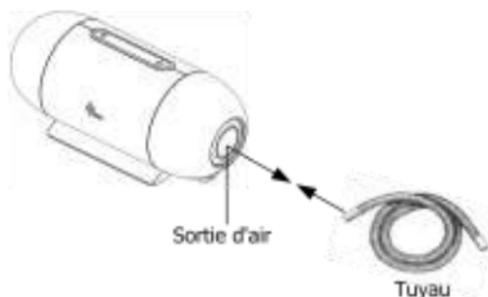

Fig. 11-4
(1) Raccordez une extrémité du tube à la sortie d'air du dispositif, comme indiqué à la Fig. 11-4.